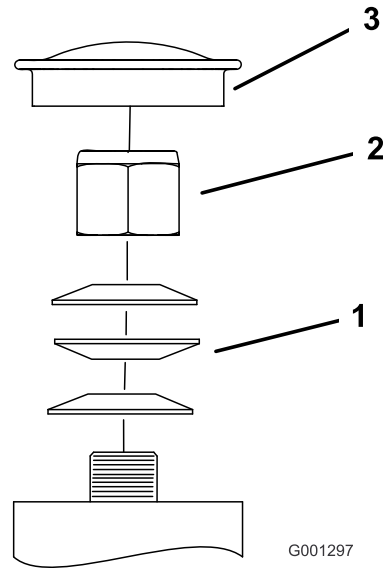

Figure 69
3. Retirez le capuchon antipoussière de la roue pivotante et serrez le contre-écrou (Figure 69).
4. Continuez de le serrer jusqu'à ce que les rondelles élastiques soient aplaties, puis desserrez-le de  $\frac{1}{4}$  de tour pour obtenir la précharge correcte des roulements (Figure 69).
**Important:** Veillez à placer les rondelles élastiques comme montré à la Figure 69.
5. Remettez le capuchon antipoussière en place (Figure 69).